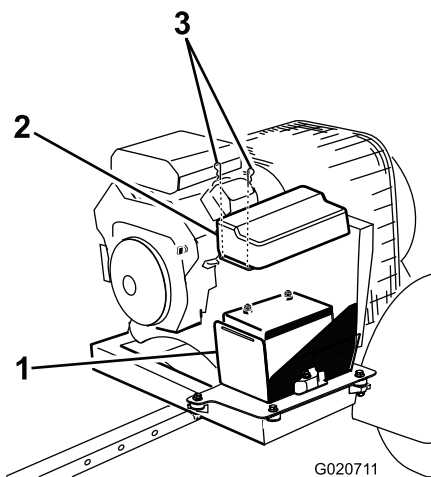

Bild 3
1. Entfernen Sie die Clips, mit denen die Batterieabdeckung am Batteriekasten befestigt ist, und nehmen sie vom Kasten ab (Bild 3).